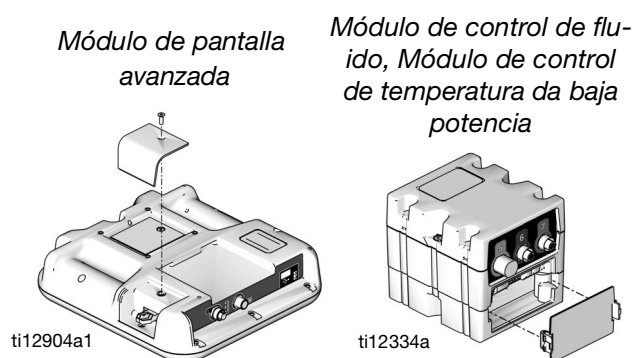

Fig. 46: Instalación del token de actualización
2. Retire el panel de acceso del token. Consulte la Fig. 46.